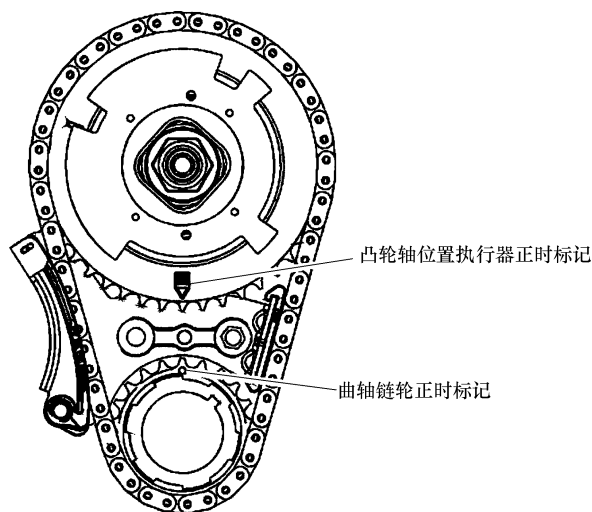

图 20-21 对齐正时标记
12) 如图 20-21 所示, 检查链轮正时标记是否对齐, 凸轮轴执行器链轮的正时标记应为 6 点钟位置, 曲轴链轮的正时标记应为 12 点钟位置。